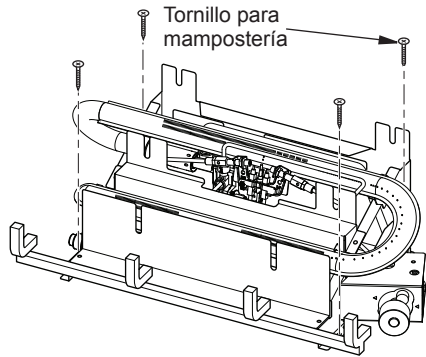

Figura 14 - Instalación de la base en el suelo de la chimenea
2. Marque las ubicaciones de los tornillos a través de los orificios de la abrazadera de montaje (consulte la Figura 14, página 49). Si lo instala en una chimenea con la parte inferior de ladrillo, marque las ubicaciones de los tornillos en la unión de mortero de los ladrillos.
5. Aplique un poco de sellador para uniones de tuberías a las roscas de ajuste. Conecte una manguera flexible para gas aprobada a un regulador de gas del calentador (consulte la Figura 14).
6. Fije la base ensamblada al piso de la chimenea mediante dos tornillos para mampostería (en el paquete de aditamentos (consulte la Figura 14).